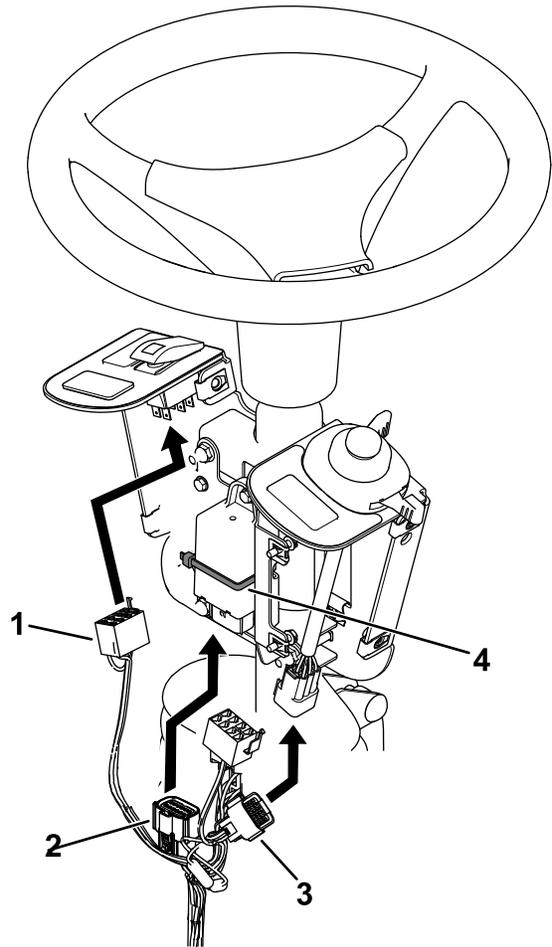

**Bild 6**
- Befestigen Sie den Blinker mit einer Schraube (Nr. 10 x  $\frac{3}{8}$ “) auf der Montageplatte der Sicherung, wie in **Bild 6** dargestellt.